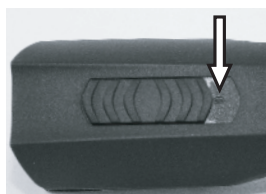

Fig. 4 Bryter i AV-posisjon ("0")
1. Kontroller kontaktene på klippemaskinen (1) og batteriet (2) for fremmedelementer og kontaminasjon.
2. Forviss deg om at bryteren på klippemaskinen er i AV-posisjon ("0") (fig. 4).
3. Sett batteriet (2) inn i klippemaskinen (3) til batterisperren (1) går i lås på begge sider.
4. Sett klippemaskinen inn med integrert batteri (1) eller bare oppladbart batteri (2) ovenfra uten makt i den angitte ladeåpningen på ladestasjonen.
6. Batteriet lader. Under ladingen lyser kontrollampen rødt (3). Når batteriet er ladet minst 90 %, vil den grønne kontrollampen lyse, og laderen vil gå over til vedlikeholdslading.
7. Hold laderen godt i den ene hånden, og dra klippemaskinen (1) eller batteriet (2) ut med den andre.